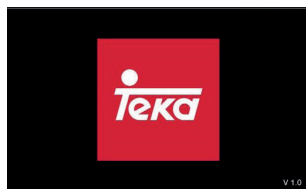
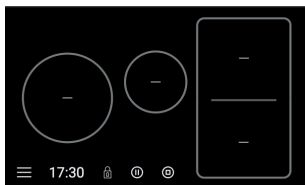

fig. 3
fig. 4
- 1 Toque el sensor encendido / apagado general ①(1) durante, al menos, un segundo. El piloto indicador de encendido (3) se ilumina y parpadea indicando el proceso de encendido de la cocina. En la pantalla táctil se hará visible el logo de Teka (fig. 3). Finalizado el proceso, se accede directamente a la "pantalla principal" (fig. 4).
Una vez activada la "pantalla principal" (fig. 4), puede encender las placas que desee.
Desde la "pantalla principal" (fig. 4) es posible desconectar simultáneamente todas las placas mediante el icono de apagado .